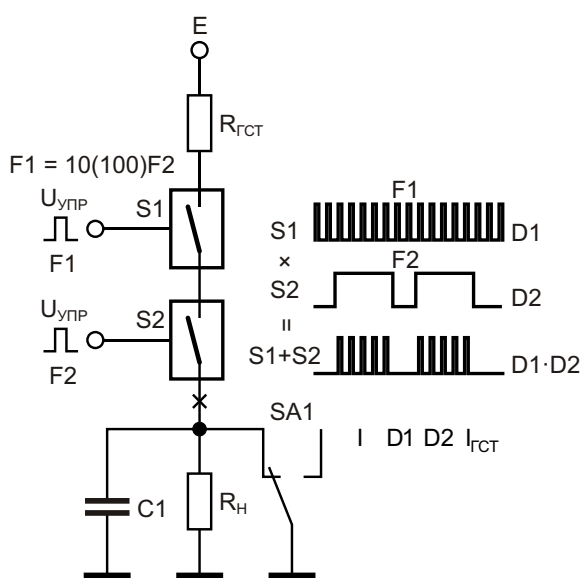

Рисунок 3. Принцип работы двухступенчатого верньерного ГСТ капельного типа.
Для реализации верньерной растяжки диапазона регулирования тока ГСТ в схему вводят второй коммутатор $S2$, включенный последовательно с первым $S1$, Рисунок 3. Частоты управляющих сигналов коммутаторов должны различаться в 10(100) раз, что обеспечит растяжку диапазона регулирования на 1(2) порядка. На выходах коммутаторов без использования сглаживающего конденсатора $C1$ будут наблюдаться пакеты импульсов, регулируемые по ширине как самих пакетов, так и вложенных внутри пакетов импульсов высокой частоты. При условии, что коэффициенты заполнения управляющих импульсов $D1$ и $D2$ коммутаторов $S1$ и $S2$ регулируются, соответственно, в равных пределах от 0.01 до 1.00, ток через сопротивление нагрузки можно определить как